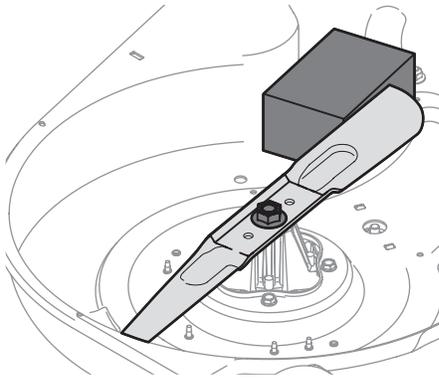

Figure 4-6
2. Placez une cale de bois entre le déflecteur au milieu du plateau et la lame pour faciliter le desserrage de l'écrou à six pans qui retient la lame. Voir la Figure 4-6.
3. Retirez l'écrou à bride à six pans qui maintient la lame sur la base de la fusée. Voir la Figure 4-6..